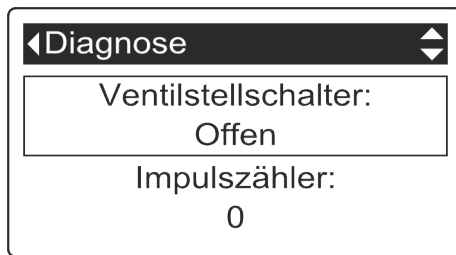

Abb. 63: Menü Diagnose
4. ➤ ▲ oder ▼ betätigen, bis der Menüpunkt „Ventilstellschalter“ ausgewählt ist (Abb. 63).